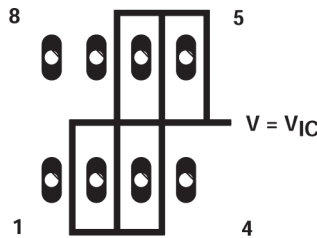
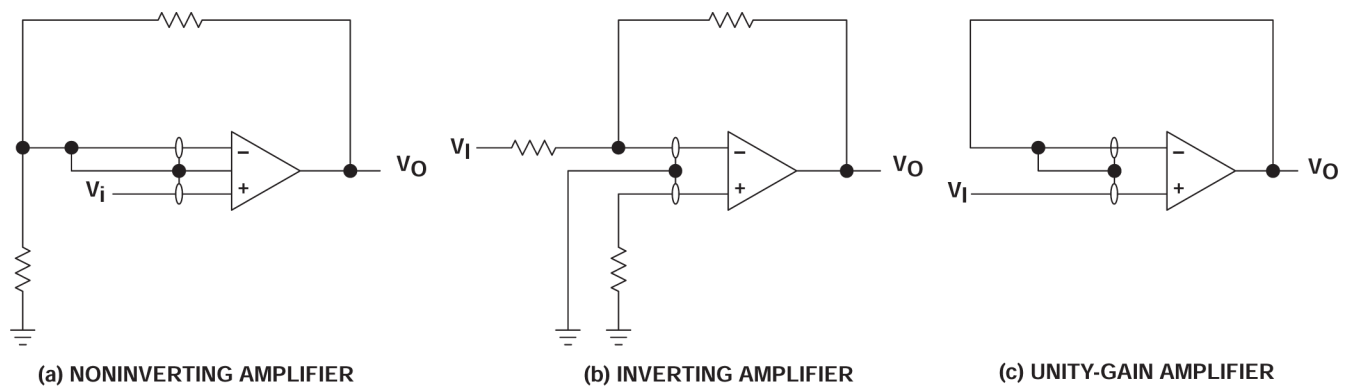

図 6-4. デバイス入力周辺の絶縁金属 (P パッケージ)
図 7-4. ガードリング方式
- 他の潜在的なリークソースからデバイスを絶縁します。デバイス入力周囲および間に接地シールドを使用します (図 6-4 を参照)。入力に流れ込む可能性のあるリーケージはシャントされます。
入力インピーダンスが非常に高く、バイアス電流要件も低いため、TLV232x は低レベルの信号処理用に設計されています。ただし、プリント基板とソケットでのリーク電流がバイアス電流要件を容易に上回ることがあり、デバイス性能の低下を招く可能性があります。ベストプラクティスとして、入力の周囲にガードリングを含めます (「パラメータ測定情報」セクションの 図 6-4 と同様)。これらの保護は、同相入力と同じ電圧レベルで低インピーダンスのソースから駆動します (図 7-4 を参照)。